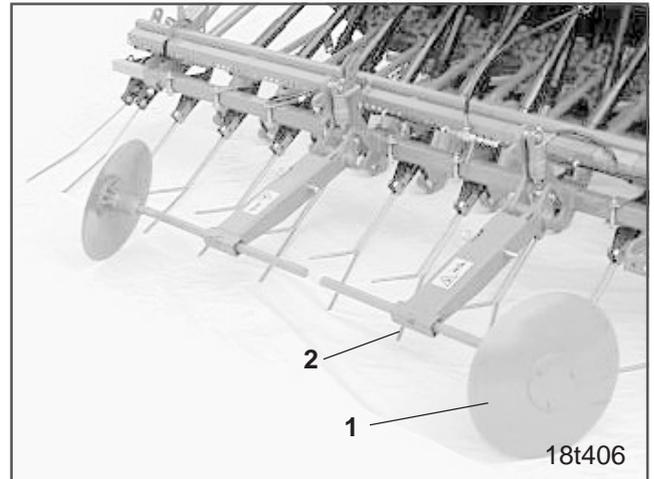

Fig. 28.4
Die Spurscheiben (Fig. 28.4/1) markieren die von der Fahrgassenschaltung angelegten Fahrgassen und sind auf die richtige Spurweite einzustellen:
- Skt.-Schrauben (Fig. 28.4/2) lösen
- Spurscheiben (Fig. 28.4/1) entsprechend der Spurweite der Fahrgassen im Spurscheibenträger verschieben
- Skt.-Schrauben (Fig. 28.4/2) wieder fest anziehen.
Fahrgassenschaltungen mit 2fach Schaltung oder 6-Plus Schaltung sind so ausgerüstet, dass die Spurweite des Pflegeschleppers bei einer Hin- und Herfahrt auf dem Feld angerissen wird. Deshalb ist bei diesen Schaltungen nur eine der beiden Spuranreißerscheiben (Fig. 28.4/1) zu montieren.